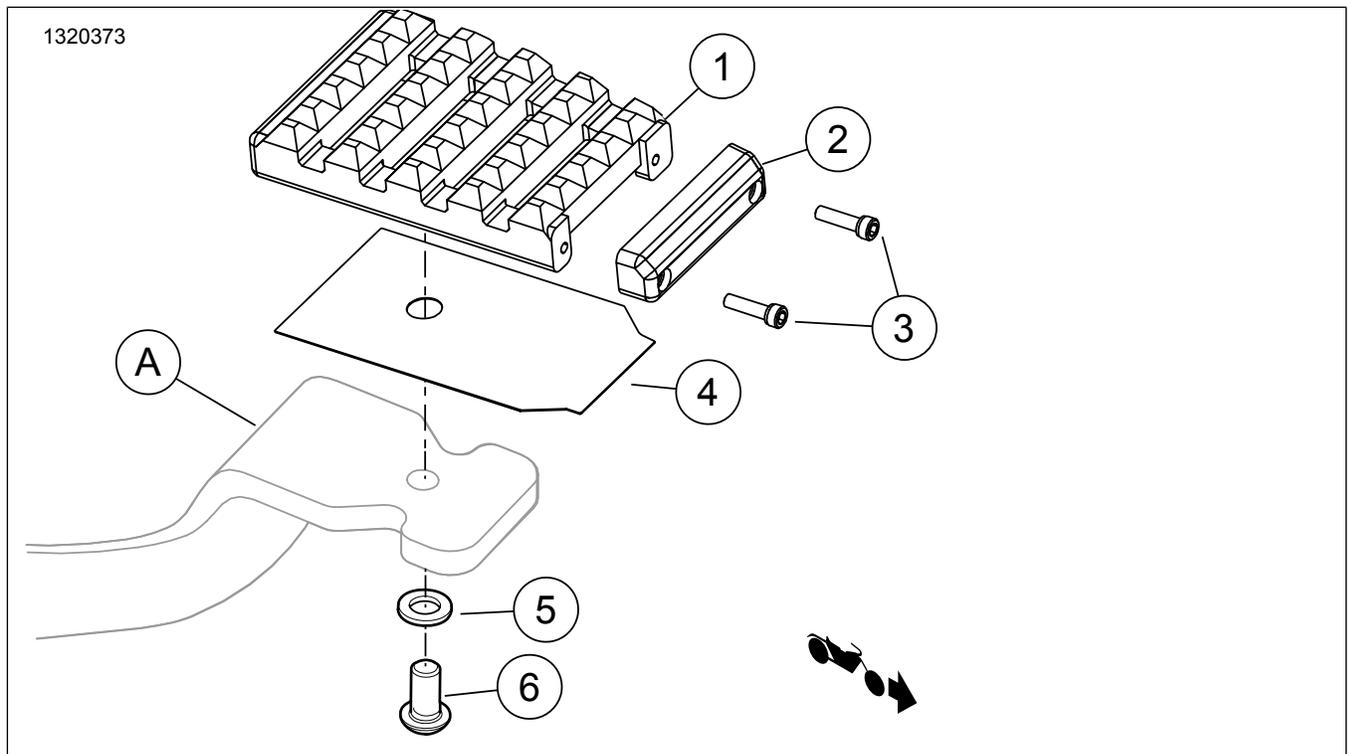

Abbildung 1. Inhalt des Satzes: Bremspedalbelagkomponenten
1. Siehe Abbildung 1 >. **Neuen** Bremspedalbelag (1) und Einsatz (4) ausrichten und über das Ende des Fußbremshebels (A) schieben.
2. Unterlegscheibe (5) und Schraube (6) anbringen.
3. Die Schraube (6) durch das Loch im Fußbremshebel (A) und in die Rückseite des Bremspedalbelags (1) drehen. Festziehen.
1. Siehe Abbildung 1 >. Die Schrauben (3) entfernen.
2. Gegebenenfalls den Verschleißzapfen (2) oder die Zierleiste austauschen.
3. Einen Tropfen Gewindesicherungsmittel auf die Schrauben (3) geben.